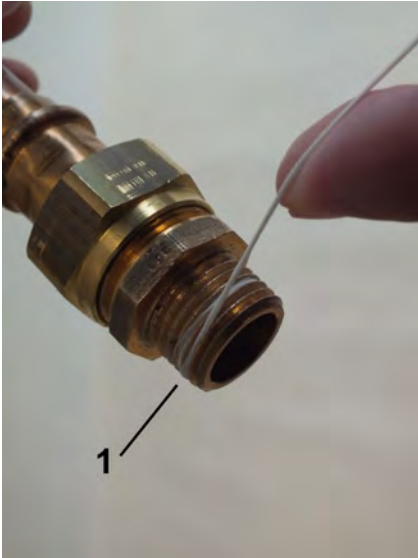

Abb. 9: Dichtfaden aufbringen
2. Dichtfaden ( Abb. 9/1) in Gewinrichtung auf das aufgeraute Gewinde aufbringen, dabei Mengenangaben des Dichtmittel-Herstellers beachten